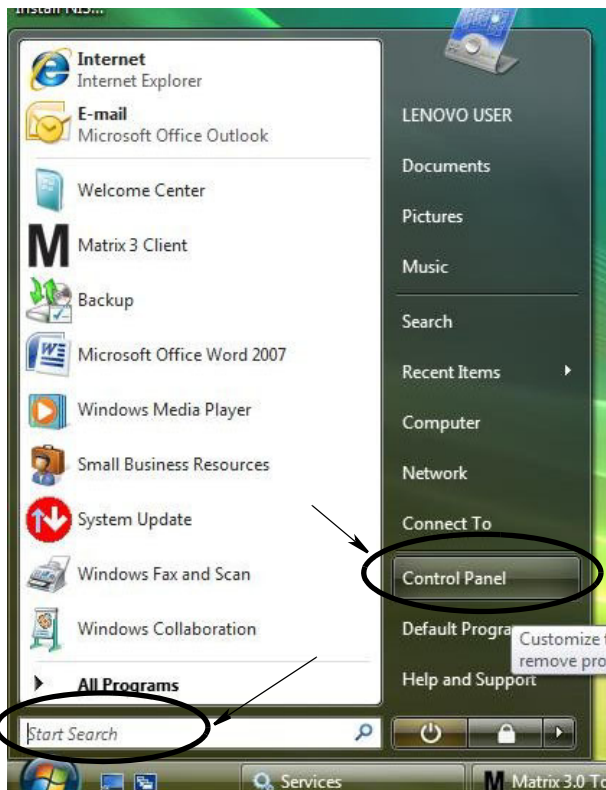

FIG. 16
1. En el escritorio de Windows Vista, seleccione Comenzar búsqueda/Panel de control (FIG. 16).